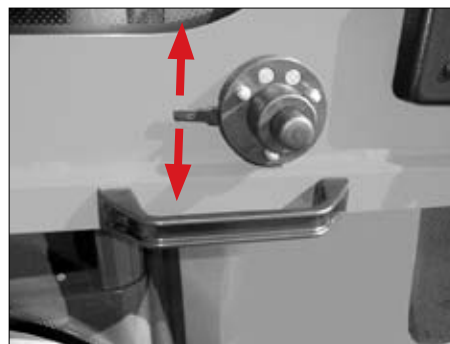

Fig. 24
- Løsn låsen ved at bevæge håndtaget (fig. 24).